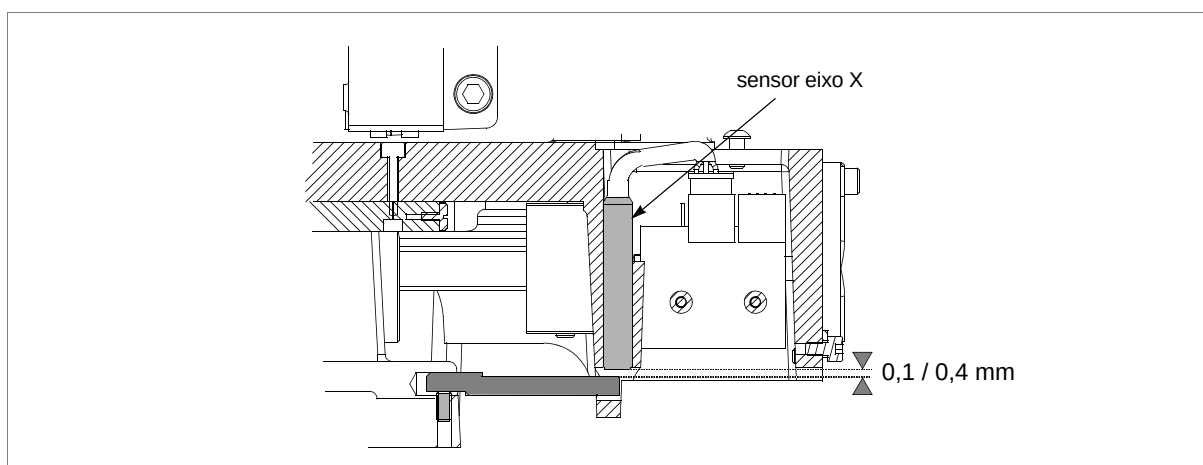

Figura 82
- 7) remova o sensor avariado e posicione no seu lugar o novo sensor até quase tocar no perno que fica por baixo (figura 82) e bloqueie a cavilha roscada (M2).
- 8) ligue o conector do sensor (J).